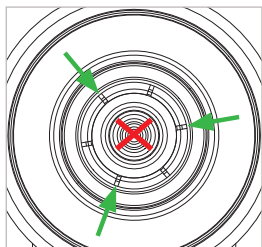

Abbildung 15
- ▶ Geben Sie je einen kurzen Sprühstoß mit dem Zielröhrchen zwischen jede zweite Spannzanze (*Abbildung 15*).
Achtung: Der Schmierstoff darf nicht in den Gaskanal gelangen (*Abbildung 15*).